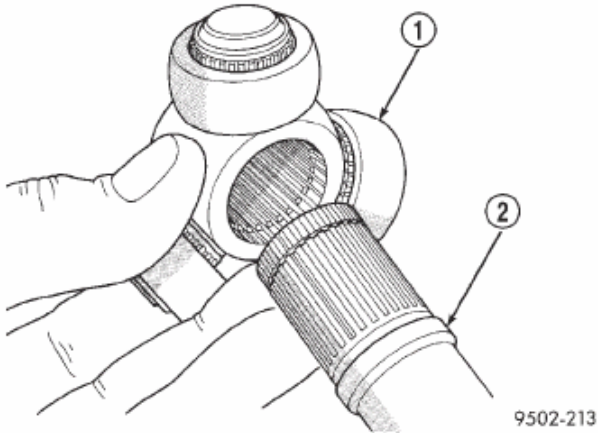
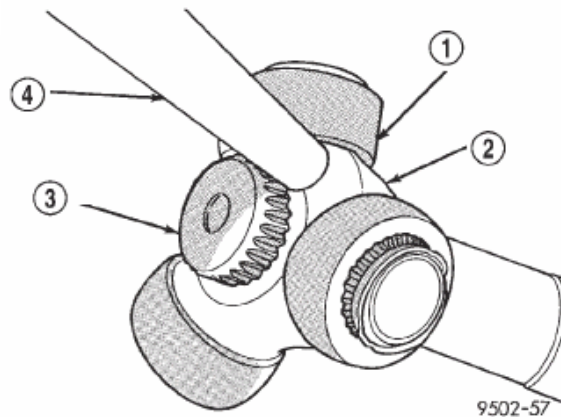

Fig. 30 *Instalación del conjunto de cruceta en el eje de interconexión*
Fig. 31 *Instalación del conjunto de cruceta en el eje de interconexión*
2) Instale el conjunto de cruceta en el eje de interconexión (Fig. 30). El conjunto de cruceta se debe instalar en el eje de interconexión con la suficiente profundidad como para montar por completo el anillo de muelle de retención de la cruceta. Si no se puede instalar por completo el conjunto de cruceta manualmente en el eje de interconexión, se pueden dar pequeños golpes al cuerpo de la cruceta con un punzón de bronce (Fig. 31). **No golpee los cojinetes externos de la articulación de tipo Tripod en el intento de instalar el conjunto de cruceta en el eje de interconexión.**